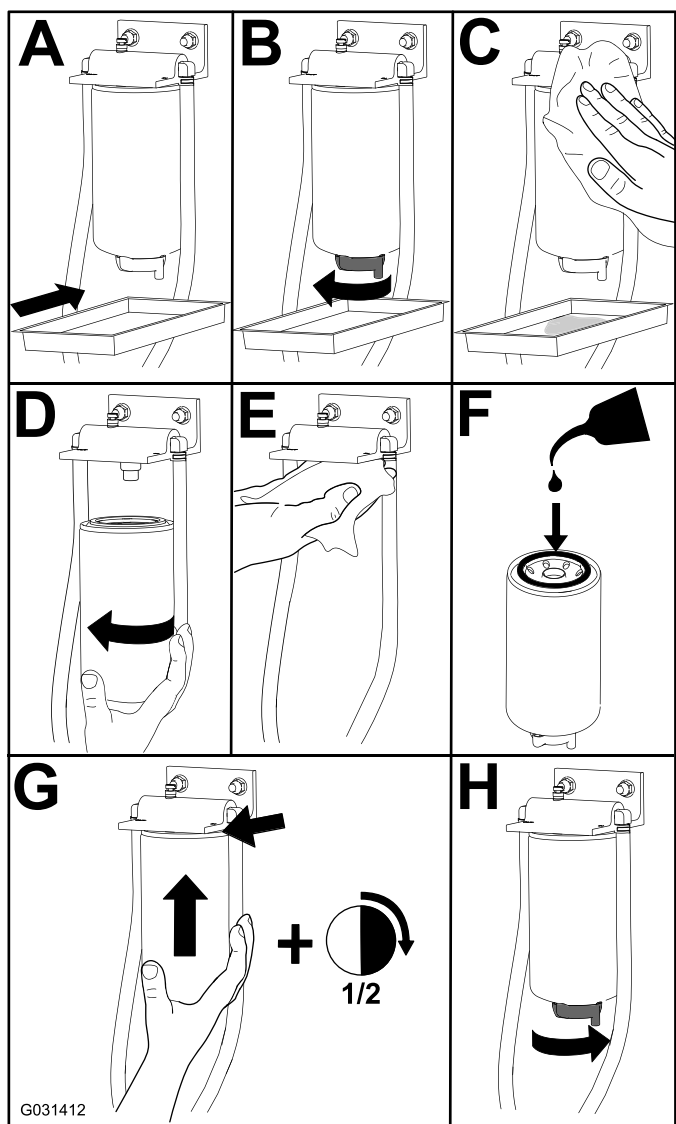

Figura 54
1. Sostituite il filtro come illustrato nella Figura 54.